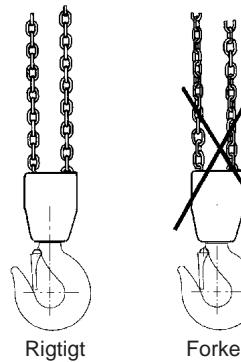

Fig 5
- Kæden må ikke have kinkler eller være snoet. Ved 2-parts skraldetaljebrug (6 ton) er der risiko for, at kæden kan blive snoet, ved at underblokken kommer til at smitte gennem kædesløjfen – typisk ifm. ommontering eller flytning af skraldetaljen mellem forskellige arbejdssteder. Se fig. 5.